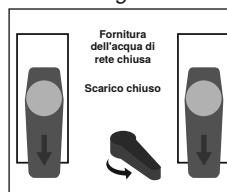

Figura 4 - Aggiunta di sostanze chimiche
2. Impostare le valvole di aspirazione e di scarico e l'invertitore di flusso come mostrato nella Figura 4.